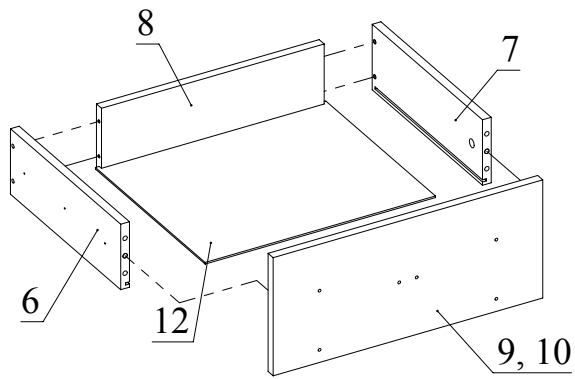

Рис.5
5. Соберите ящик: соедините детали 6, 7 с деталью 9(10) и затяните головки минификсов, вставьте деталь 12 (ДВП) в пазы и прикрутите конфирматами деталь 8 к деталям 6, 7 (Рис. 5).